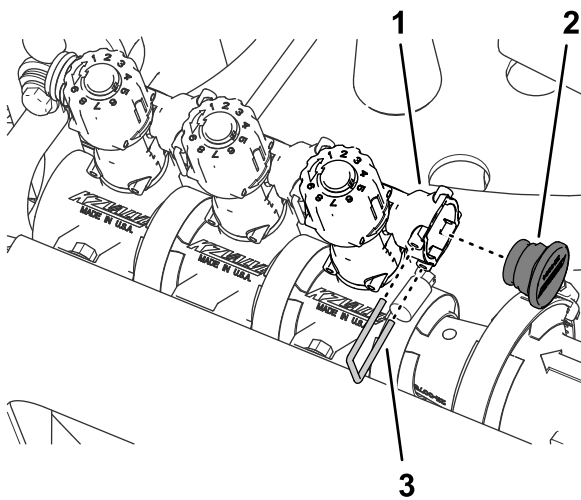

Рисунок 67
8. Установите заглушку в гнездо быстроразъемного соединителя перепускного клапана (Рисунок 67).
- Закрепите заглушку на гнезде быстроразъемного соединителя с помощью держателя, снятого при выполнении пункта 3 (Рисунок 67).